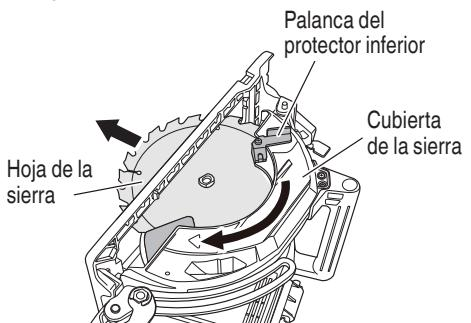

Fig. 16
- (2) Presione la palanca de bloqueo, bloquee el husillo y quite el perno de brida hexagonal y la arandela (B) con la llave.
- (3) Mientras mantiene sujetada la palanca del protector inferior para mantenerlo totalmente replegado en el interior de la cubierta de la sierra, retire la hoja (Fig. 16).